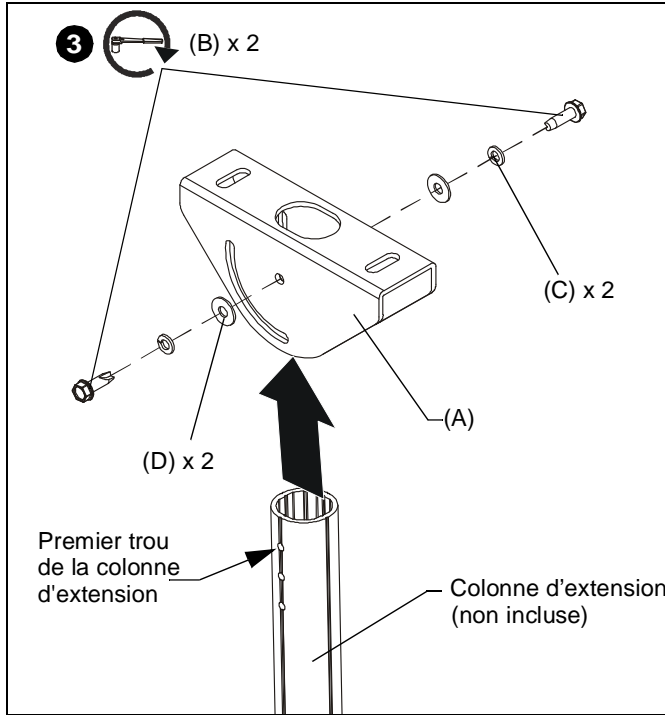

Figure 3
- Fixez sans serrer la colonne d'extension (non incluse) au CPA365 à l'aide de deux vis autotaraudeuses à tête hexagonale de 5/16-18 x 1" (B), deux rondelles frein fendues de 5/16" (C) et deux rondelles plates de 5/16" (D) dans les trous de fixation du CPA395 et dans le premier trou de chaque côté de la colonne d'extension. (Voir la Figure 3)